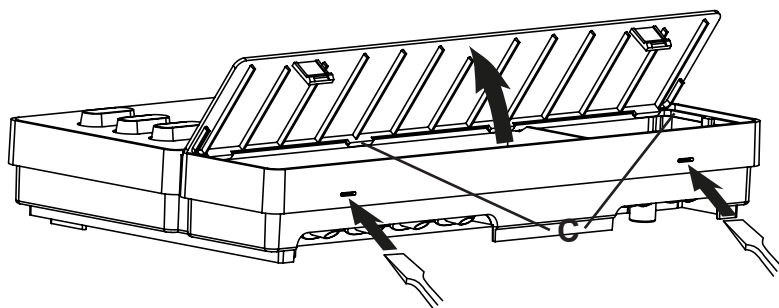

Fig.2 Rimozione del coperchio dell'alloggiamento
2. Utilizzando un cacciavite, premere leggermente le chiusure a scatto **C** e rimuovere il coperchio dell'alloggiamento (vedi **Fig.2**).